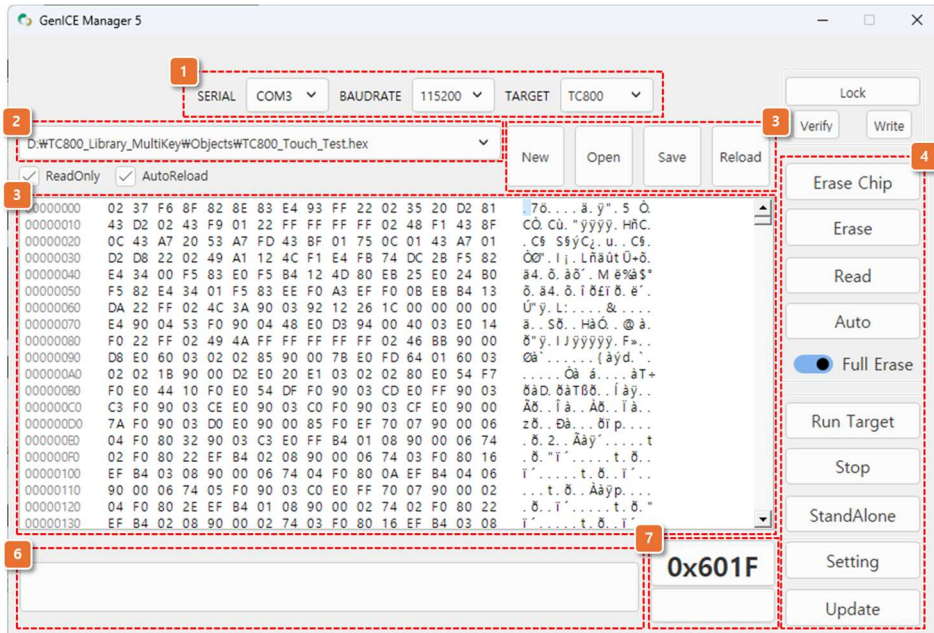

Figure 9. GenICE Manager 메인 화면
- 메인화면[Figure 9]과 같이 정상 실행 시 설치가 완료되었습니다.